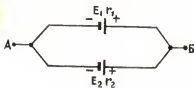

Рис. 3.
**Пример 2.** В батарее, изображенной на рис. 3,  $E_1 = 30$  в,  $r_1 = 3$  ома,  $E_2 = 12$  в,  $r_2 = 6$  ом. Вычислить э. д. с. и внутреннее сопротивление этой батареи.
**Решение.** По формуле (3):